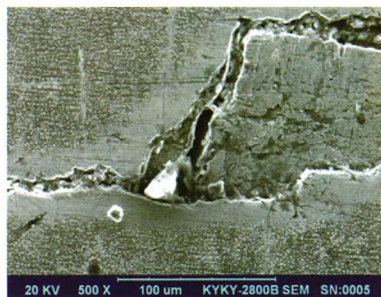

图3 裂纹部位电镜扫描
(1) 高压油管选材不能满足工作压力 在选择高压油管材料时, 需要考虑的是高压油管内部压力和高压油管振动而造成的压力和弯曲疲劳应力。依据JB/T 8120.1-2000标准中对钢管内压试验的专门计算公式 $P_{\max} = \frac{K^2 - 1}{\sqrt{1 + 3K^4}} R_{\text{CH}} \times 10^3$, 最大理论试验压力 $P_{\max}$ 为应力系数 K 和上屈服强度 R_{CH} 的乘积, 根据高压油管内部承压, 按照安全系数 1.5, 推算出上屈服强度数值, 依此选择高压油管材料。若材料选择不当, 随着发动机的运行, 在发动机振动和高压燃油反复冲击的作用下, 材料所受应力超过它的极限强度, 将造成材质开裂发生漏油。
(2) 纵向缺陷 管材毛坯中因局部有夹渣而在拉拔过程中形成纵向缺陷, 该问题属于原材料的原始缺陷。裂纹部位电镜扫描如图3所示。
由图3可以看出, 裂纹为韧性断裂的特征。该特征产生的原因是管体存在微裂纹或其他缺陷, 在发动机运行过程中受振动和高压燃油的冲击作用, 裂纹逐步扩大所致。